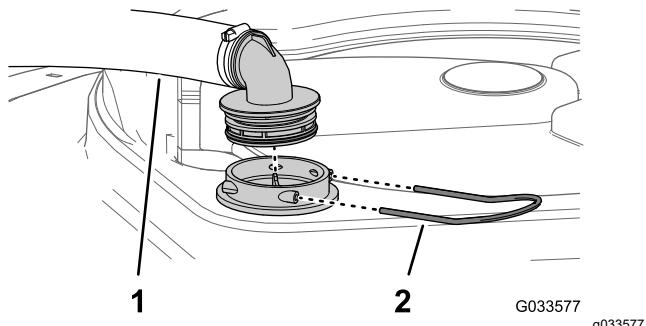

Figura 145
2. En la parte superior del depósito de fumigación, retire la horquilla de retención que sujeta el acoplamiento que está conectado a la manguera grande y al alojamiento del filtro (Figura 145).
3. Retire la manguera y el acoplamiento del alojamiento del filtro (Figura 145).